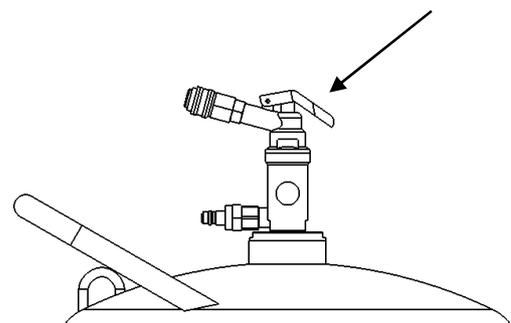

Abbildung 4
- Hebel am Absperrventil des Behälters (s. Abb. 4) dröcken - der Tankinhalt wird abgesaugt.
- Hebel am Absperrventil des Behälters (s. Abb. 4) drücken - der Tankinhalt wird abgesaugt. Der Absaugvorgang kann an der Sichtstrecke des Absperrventils kontrolliert werden.
- Hebel am Absperrventil (s. Abb. 4) drücken, der Behälterinhalt wird zurückgetankt.
Hebel am Absperrventil ist nicht gedrückt	Hebel während des Absaug- bzw. Rücktankvorgangs betätigen (siehe Abb. 4)